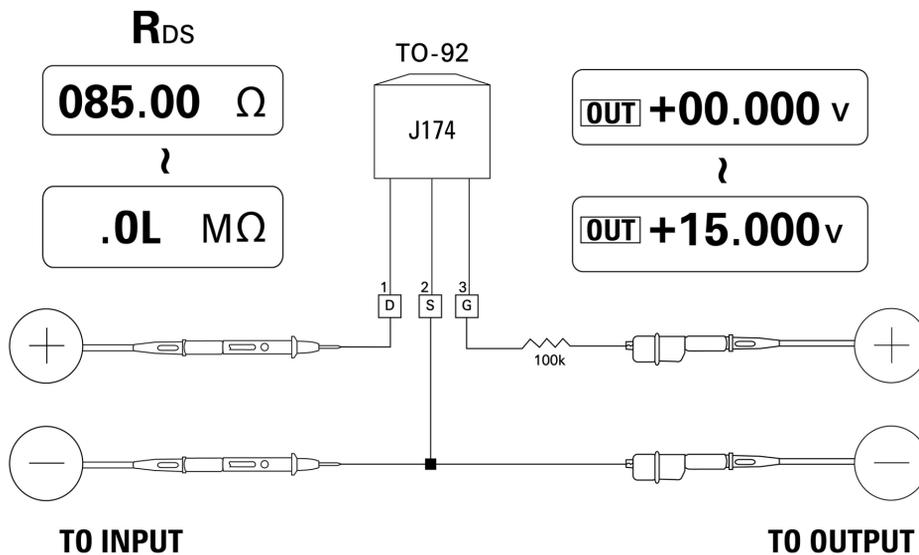

Figura 5-12 JFET a canale P
- 4 Ridurre gradualmente la tensione in uscita da +00,000 V a +15,000 V. Il valore di R_{DS} aumenterà di conseguenza (Figura 5-12 a pagina 107).